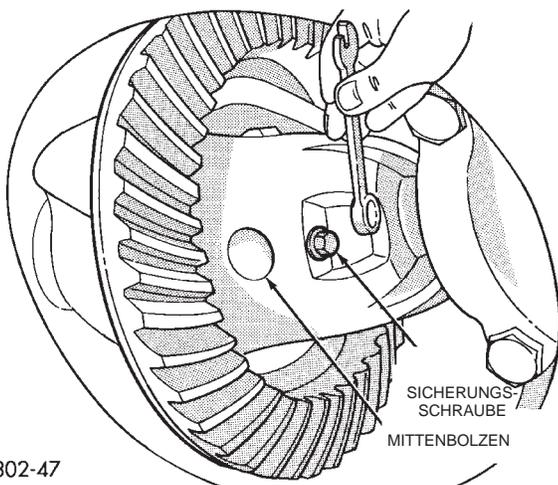
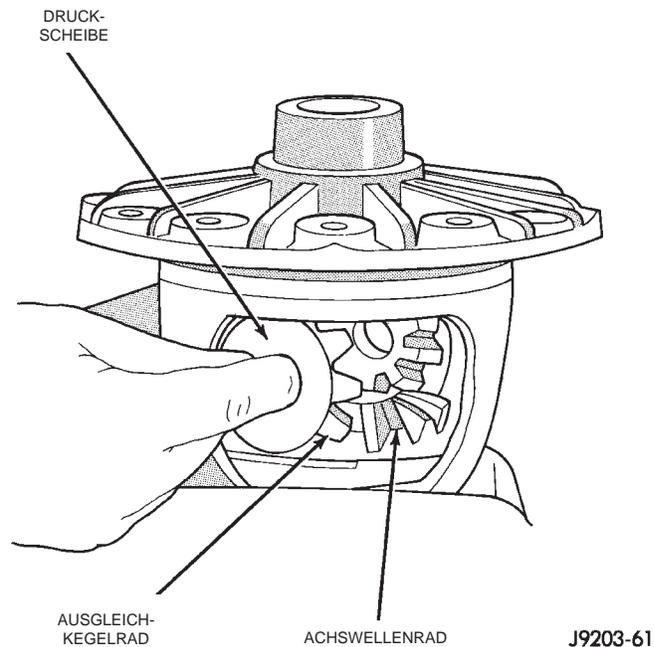

Abb. 42 Sicherungsschraube des Mittenbolzens ausbauen
Abb. 43 Mittenbolzen ausbauen
- (1) Sicherungsschraube des Mittenbolzens ausbauen (Abb. 42).
- (2) Mittenbolzen ausbauen.
- (3) Die Achswellenräder drehen und dabei die Ausgleichkegelräder und die Druckscheiben ausbauen (Abb. 43).